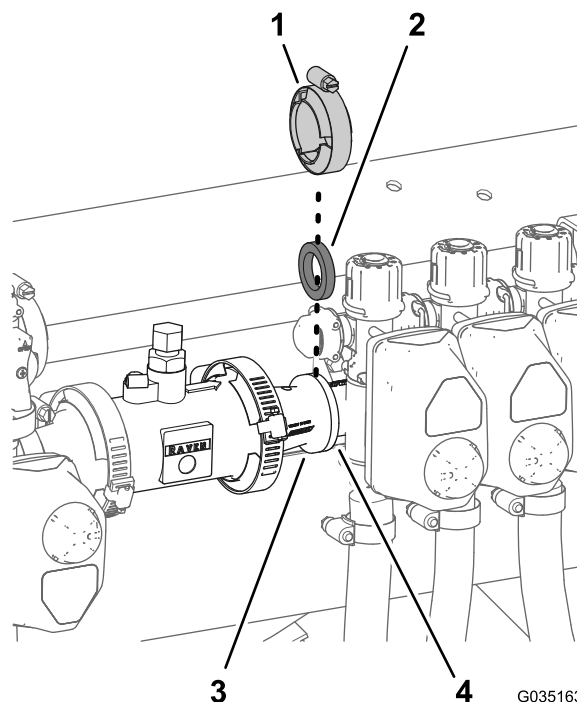

図 36
3. ExcelaRate スプレーヤシステムを搭載しているマシンでは、縮径アダプタを左ブームバルブに固定しているフランジクランプとガasket を外す 図 36。